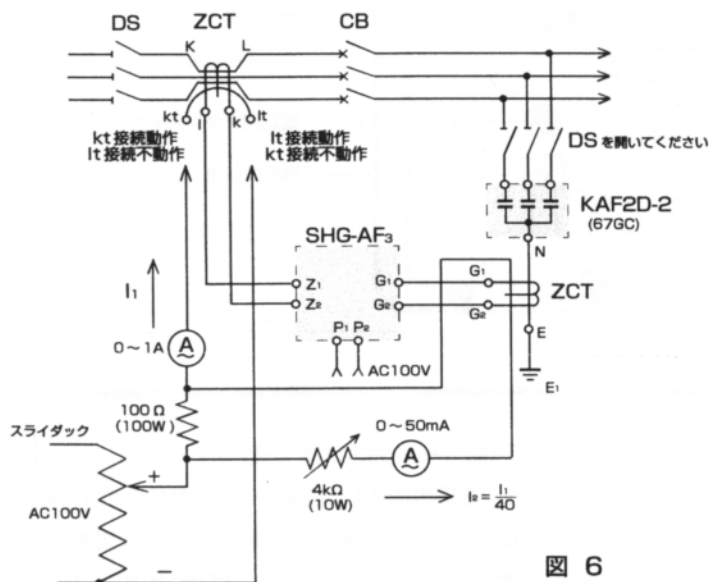
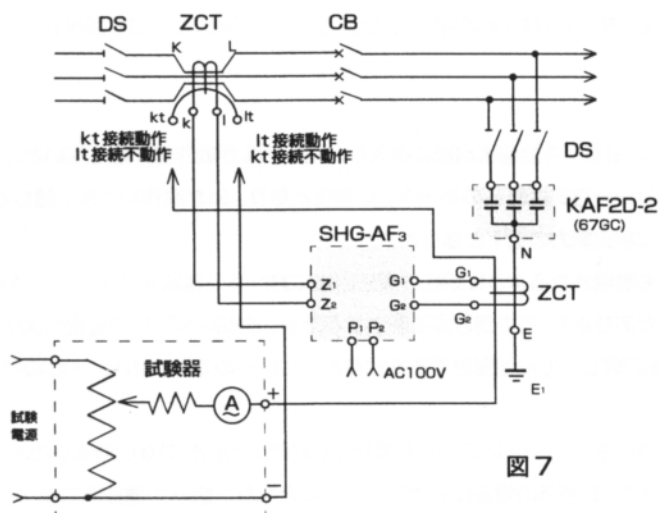

図 6
図 7
この継電器の試験は、動作原理的には図6に示す試験回路で行なわなければなりませんが、現場などで簡便に方向動作の機能を確認する場合は図7に示す方法でも差支えありません。
1) 動作方向試験 (図 7)
2) 不動作方向試験 (図 7)